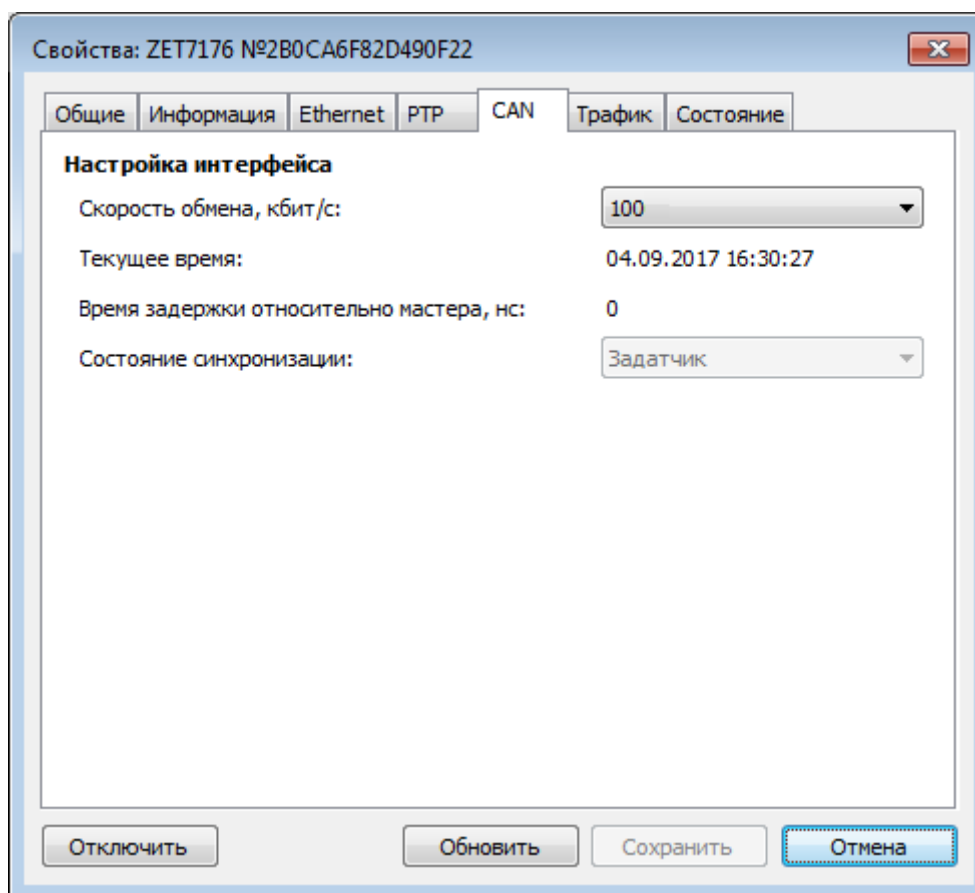

Рис. 2.5 Вкладка «CAN»
- во вкладке «CAN» в поле «Скорость обмена, кбит/с» следует выбрать значение скорости обмена в соответствии с установленными требованиями (Рис. 2.5).